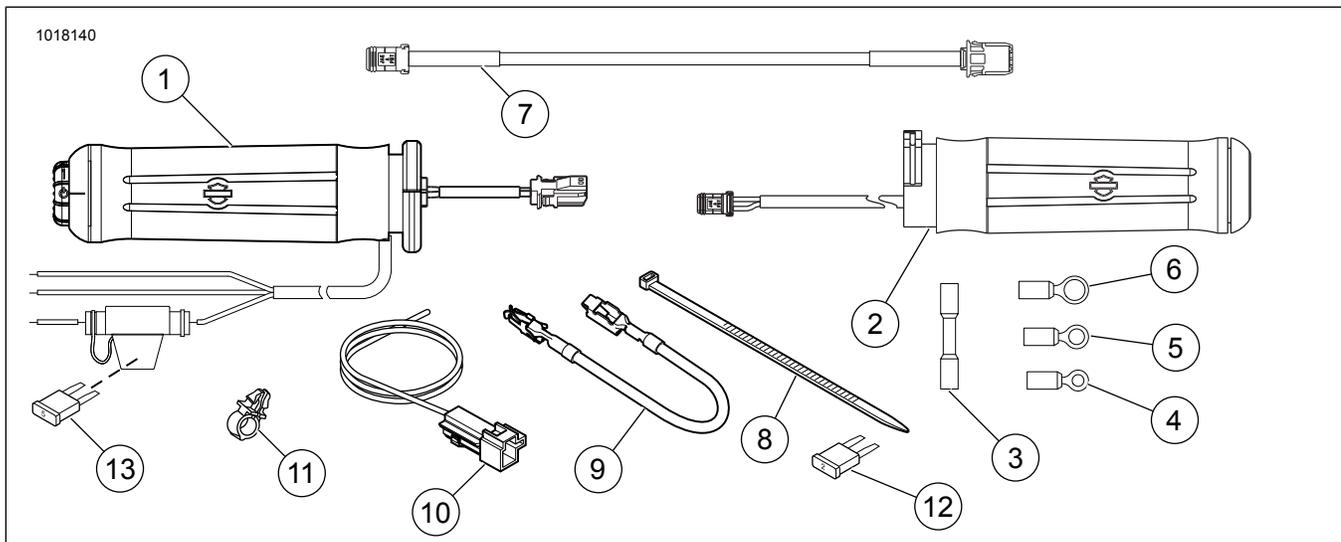

Figura 22. Peças de reposição, Kits de manoplas aquecidas
3. Veja Figura 22. Selecione o terminal de anel correto (4, 5 ou 6) do kit para encaixar o prisioneiro do terminal prata (com o fio vermelho) no disjuntor.
1. Veja Figura 22. Selecione o terminal de anel correto (4, 5 ou 6) do kit para encaixar o prisioneiro do terminal prata (com o fio vermelho) no disjuntor.
2. Veja Figura 22. Selecione o terminal de anel correto (4, 5 ou 6) do kit para encaixar o prisioneiro do terminal prata (com o fio vermelho) no disjuntor.
2. Veja Figura 22. Ligue o chicote de fios adaptador (10) do kit no conector B+.
Veja Figura 22 e Tabela 1.